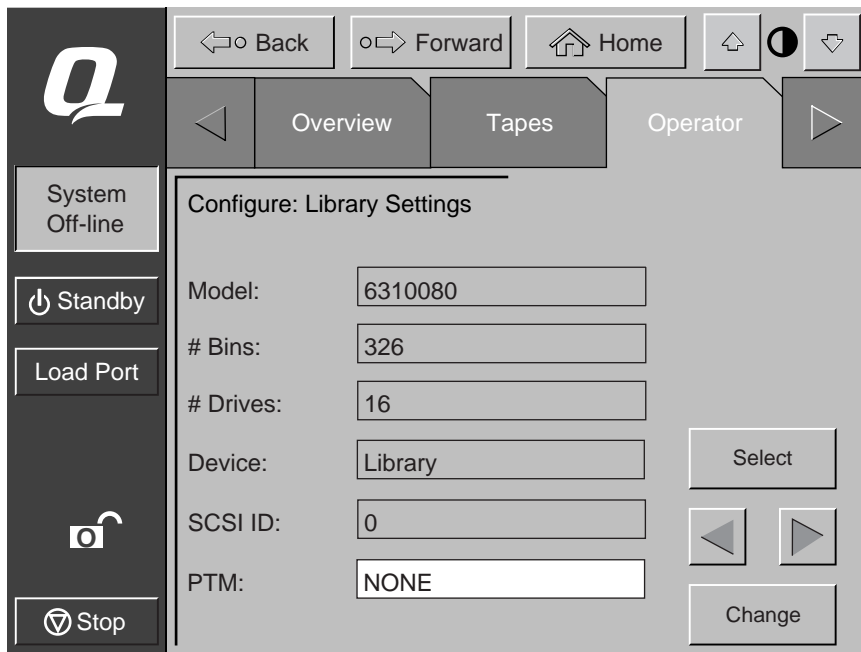

Figure 3-2. Écran de sélection du PTM (ESL9326 présentée)
2. Allez à la zone PTM de l'écran et paramétrez-la avec None (aucun), Left (gauche), Right (droit) ou Both (les deux) (voir la Figure 3-2).